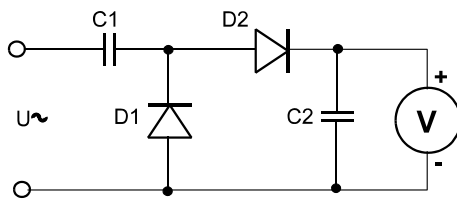
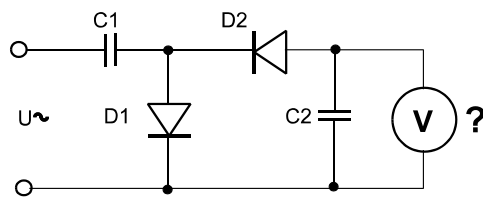
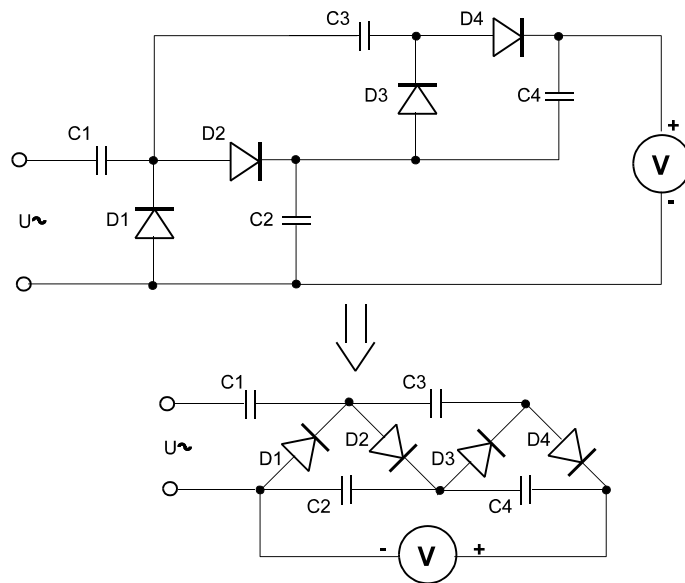

Abb. 2.4 Spannungsverdoppler in Villardschaltung.
Abb. 2.5 Zusatzversuch: Was passiert, wenn wir die Dioden andersherum einsetzen?
Abb. 2.6 Spannungsvervielfachung mit mehreren (hier zwei) Villardstufen (Vervierfachung).
- Spannungsverdopplung mittels Villardschaltung (Abb. 2.4). Kontrolle der Ausgangsspannung mittels Digitalmultimeter. Kondensatoren: $1\ \mu\text{F}$. Dann beide Dioden andersherum stecken (Abb. 2.5). Was passiert? Aus zwei Villardstufen einen Spannungsvervierfacher zusammenstecken (Abb. 2.6). Weshalb ist die Spannung deutlich niedriger als sie sein sollte?